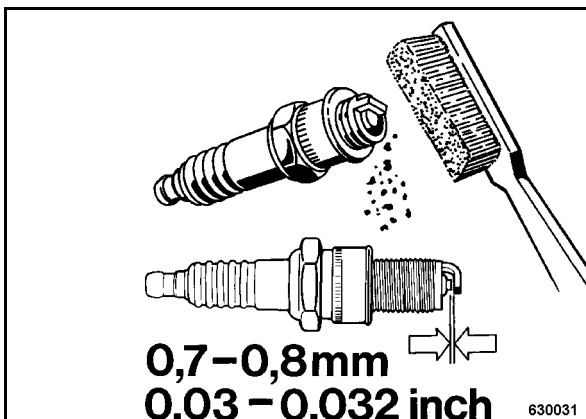

рис. 50
- Произвести визуальный контроль свечи зажигания и, при необходимости, очистить (рис. 50).